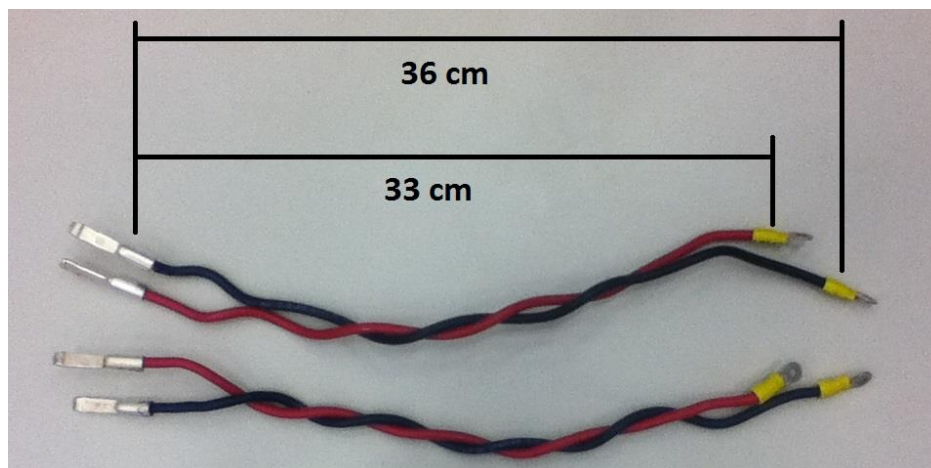

Figura 5 - Cabos para conexão do backplane com conectores I\_OUT
- 4.1.3 Montar dois conjuntos trançados de cabos 8 AWG, conforme mostra a Figura 5. Em uma das extremidades dos cabos, crimpar terminais anel Hollingsworth modelo FII R5107 amarelo. Na outra, soldar terminais Anderson Power modelo 1339G2. O cabo vermelho deve ser cortado com 33 cm e é referente ao OUTPUT+. O cabo preto deve ser cortado em 36 cm, e é referente ao OUTPUT-.